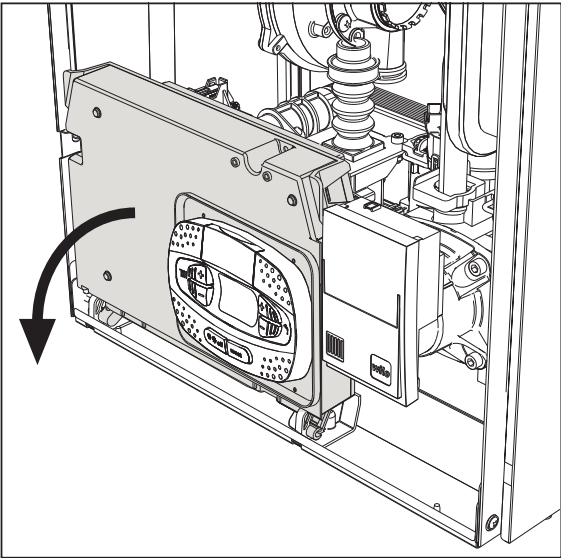
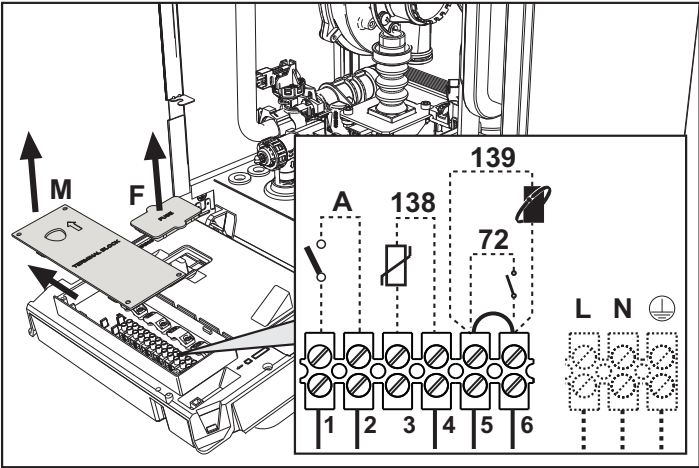

рис. 19
рис. 20
После снятия передней панели (*** 'Открытие передней панели' on page 32 ***) можно получить доступ к клеммной колодке (М) и предохранителю (F), действуя согласно нижеприведенным указаниям (рис. 19 и рис. 20). Клеммы, указанные на рис. 20, должны иметь чистые контакты (не 230В). Расположение зажимов и их назначение показаны также на электрической схеме на рис. 62.